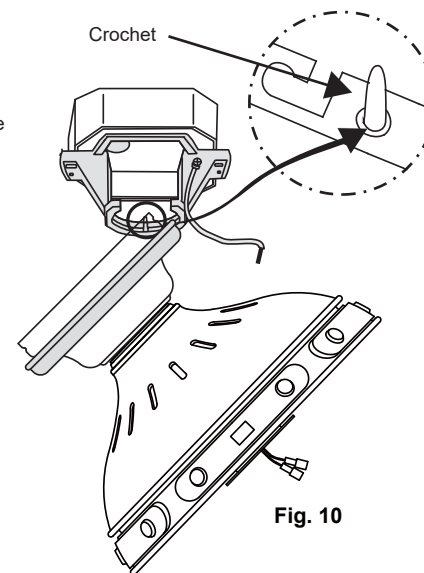

Fig. 10
Étape 2. Poussez le cache de vis de montage décoratif vers le bas et retirez-le du capot en le laissant reposer sur le dessus du boîtier du moteur (Fig. 10) et suspendez le ventilateur au support de montage au plafond en insérant le crochet sur le bord intérieur du support de montage au plafond les trous de vis dans l'auvent du plafond (Fig. 10). Cela vous permettra d'avoir les deux mains libres pour effectuer les connexions de câblage.